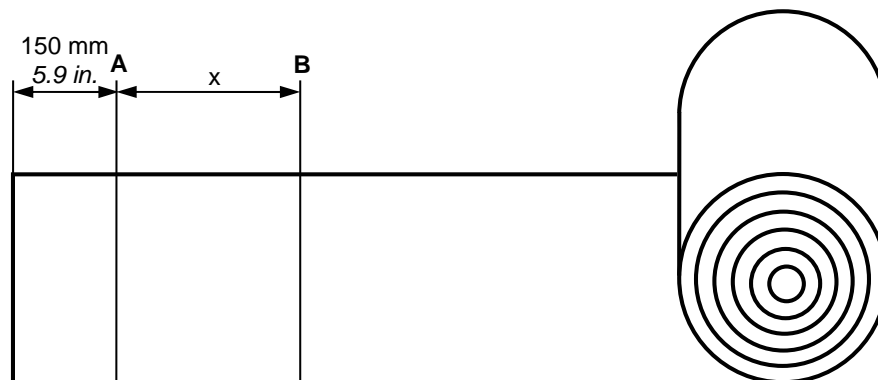

Abbildung 1: Stanzbeginn bei einer neuen Rolle
- 150 mm / 5,9 Zoll vom Band-/Riemenende abmessen. Eine Linie im rechtem Winkel auf das Band/den Riemen ziehen (siehe Abbildung 1). Dies ist Punkt A. Das 150 mm / 5,9 Zoll lange Band-/Riemenstück dient zur sicheren Arretierung unter den Klemmen (3/4). Es ist nur am Beginn einer neuen Rolle erforderlich, wenn noch keine gestanzten Finger vorhanden sind.